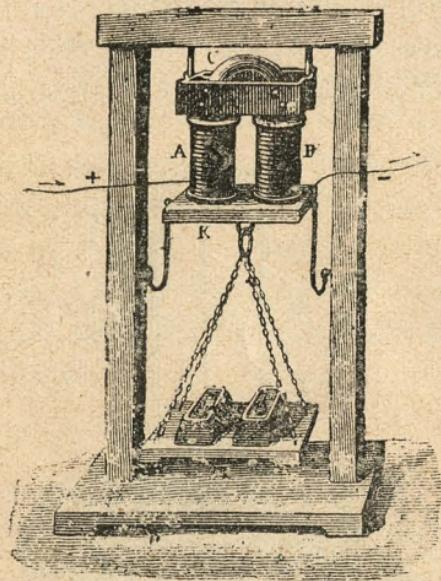

Fig. 220.—Electroimán.
**8. Electroimán.**—El *electroimán* (fig. 220) está formado por un cilindro de hierro dulce envuelto por un carrete de hilo metálico en que pasa una corriente. En el electroimán de forma de herradura, sólo se envuelven las extremidades, y el enroscamiento ha de ser tal que el hilo de un carrete sea la continuación del hilo del otro, de modo que la corriente vaya de derecha á izquierda